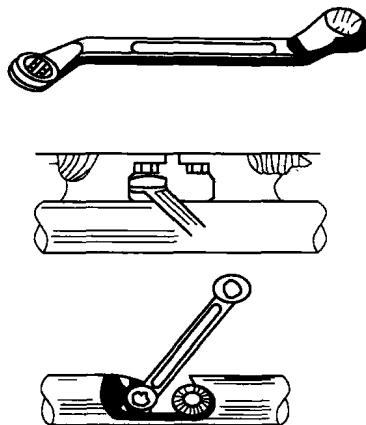

图 1-2 梅花扳手
(2) 梅花扳手（见图 1-2） 梅花扳手与呆扳手的用途相似，其两端是环状的，环的内孔由两个正六边形互相同心错转 30° 而成。使用时，扳动 30° 后，即可换位再套，因而适于狭窄场合下操作。与开口扳手相比，梅花扳手强度高，使用时不易滑脱，但套上、取下不方便。其规格是以闭口尺寸 S (mm) 来表示